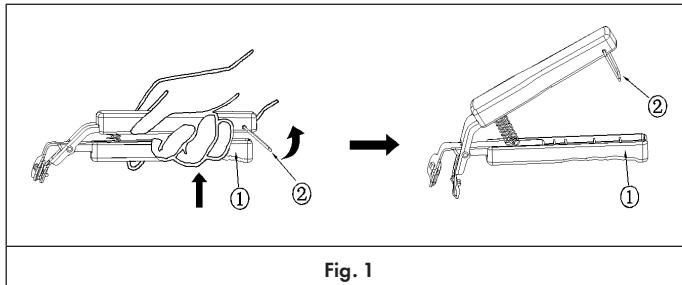

Fig. 1
1. Soulever la partie inférieure de la poignée (1), faire glisser le loquet vers le haut dans le sens antihoraire (2) et ouvrir la poignée (Fig. 1).